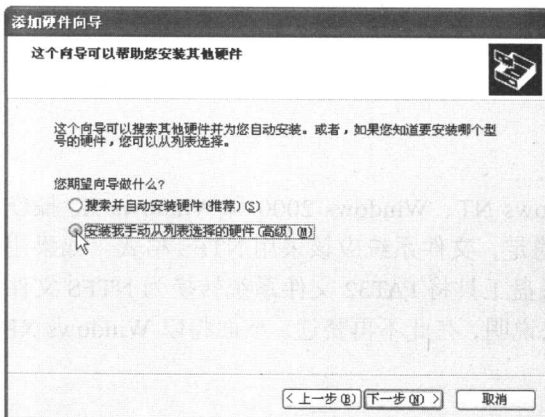
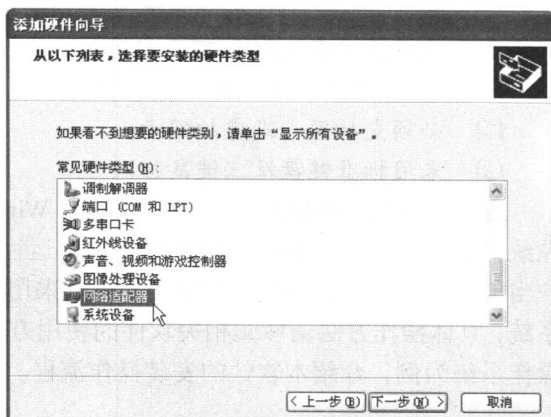

图 1-2-3 “添加硬件向导”对话框 3
图 1-2-4 “添加硬件向导”对话框 4
(3) 勾选向导中的“安装我手动从列表选择的硬件（高级）(M)”单选项（如图 1-2-3 所示），然后继续单击 **下一步(N) >** 按钮，向导将会自动更新为如图 1-2-4 所示的对话框 4。